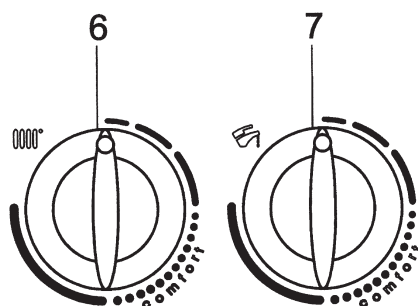

Fig. 22A
- 1) Turn the control knob 6 (figure 1) fully anti-clockwise to its minimum value as shown in figure 22A.
- 1) tourner le bouton 6 (figure 1) dans le sens inverse des aiguilles d’une montre et les mettre sur la valeur minimum comme le montre la figure 22A;
4.1) If there is no manual exit as described in point 4, after 5 minutes approx the “view parameters” function will be interrupted automatically. When automatic exit is tripped, the letter “d” will be displayed, alternating with the boiler flow temperature value. The display remains in this state until such time as the position of the knob 6 (figure 22A) is changed, or until the boiler is disconnected from the power supply.
4.1) Si la sortie manuelle décrite au point 4 n’est pas effectuée, la fonction “affichage paramètres” est interrompue automatiquement au bout de 5 minutes. Lorsque la sortie automatique a lieu, l’afficheur visualise la lettre “d” en alternance avec la valeur de la température d’amenée. Ce message reste affiché jusqu’à ce que l’on déplace la manette 6 (figure 22A) ou si l’on coupe l’alimentation électrique de la chaudière.